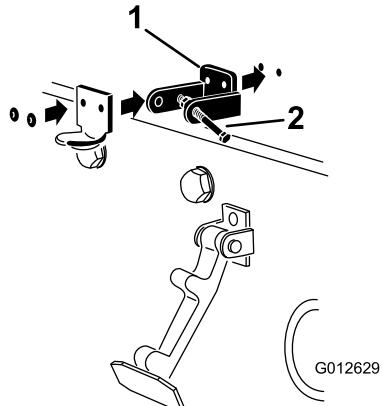

图 13
注意 锁定支架必须紧贴机罩(图 13)。不要从锁定支架臂卸下螺栓和螺母总成。
5. 用铆钉将支架和垫圈铆定到机罩(图 13)。